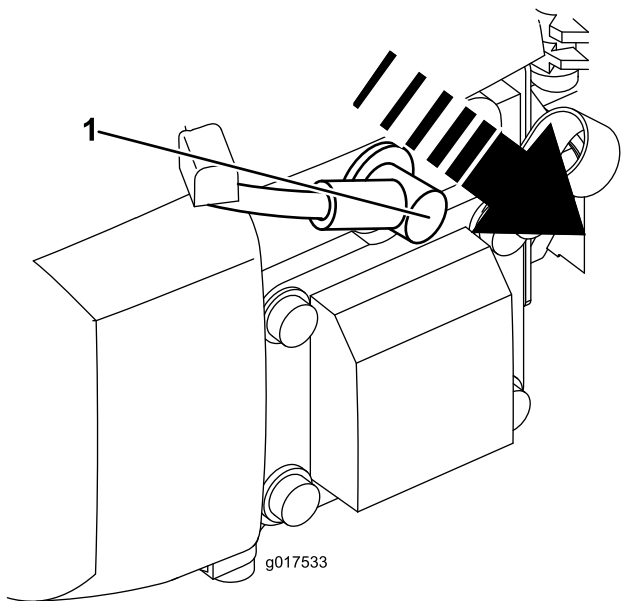

Figura 17
- Staccate il cappellotto dalla candela (Figura 17) prima di eseguire interventi di manutenzione.